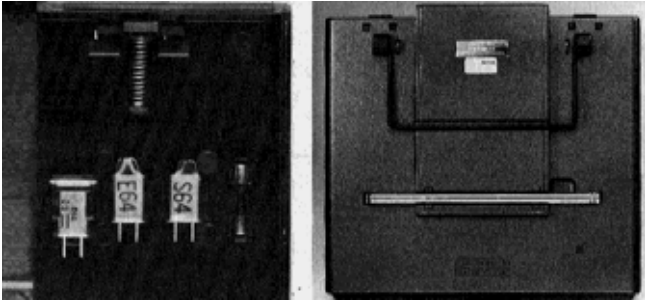

Abb. 9: Ersatzquarze, Ersatzsicherungen, Antennenfach
**Schieben** Sie die Quarze (⇒ Bild 9) aus der Halterung heraus.